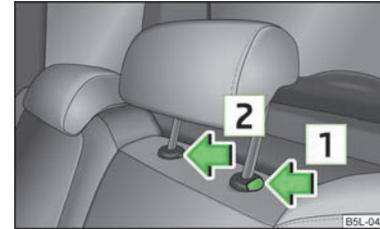

Abb. 47
- Die Sicherung in Pfeilrichtung » Abb. 47 drücken, gleichzeitig mit einem flachen Schraubendreher mit einer Breite von max. 5 mm die Sicherung in der Öffnung drücken und die Kopfstütze herausziehen.